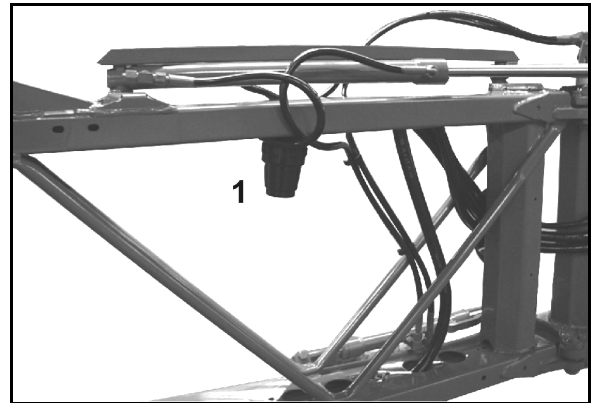

Fig. 195
- Reinigen Sie die LeitungsfILTER (Fig. 195/1) je nach Einsatzbedingungen alle 3 – 4 Monate.